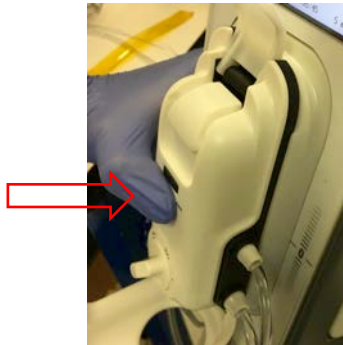

**Figure 1:** Les trois extrémité du module des tubulures : (1) le perforateur de la poche d'irrigation ; (2) deux connecteurs ; et (3) la poche de drainage.
4. Ouvrez l’emballage du module des tubulures avec précaution pour maintenir la stérilité, comme indiqué à la figure 1. Veillez à maintenir des conditions stériles rigoureuses lors de la manipulation du perforateur d’irrigation et des connecteurs.